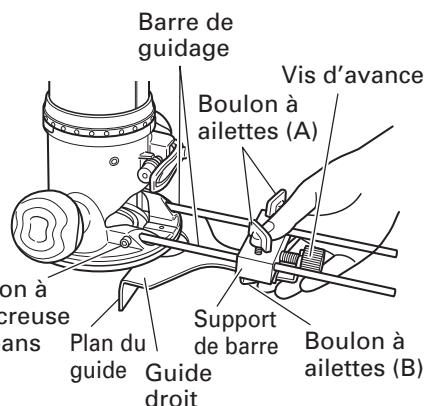

Fig. 13
① Insérer la barre de guidage dans l'orifice du support de barre, puis serrer légèrement les 2 boulons à ailettes (A) sur le dessus du support de barre.
② Insérer la barre de guidage dans l'orifice du socle, puis serrer à fond les deux boulons à tête creuse à 6 pans (accessoires standard).
③ Effectuer les réglages fins de la dimension entre la mèche et la surface du guide, puis serrer à fond les deux boulons à ailettes (A) sur le dessus du support de barre, et le Boulon à boulon à ailettes (B) de fixation du guide tête creuse droit. (Fig. 13)